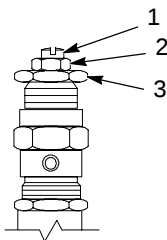

Fig. 11: Micro-réglage sur un module ClassicBlue zéro cavité
2. Voir la figure 11. Desserrer le contre-écrou.